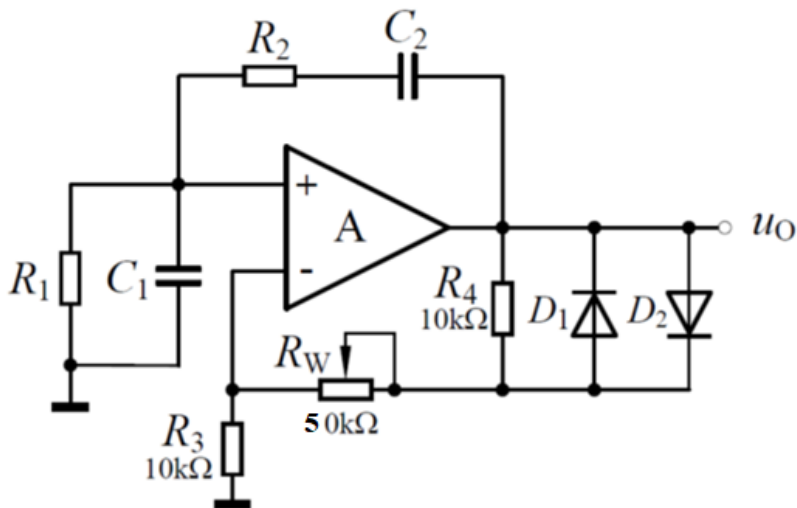

图1 正弦波发生电路
(1) 实验参考电路如图1所示。设计电路参数，使输出电压 $u_o$ 的频率为400Hz。
1. 图1电路中两个并联二极管的作用是什么？